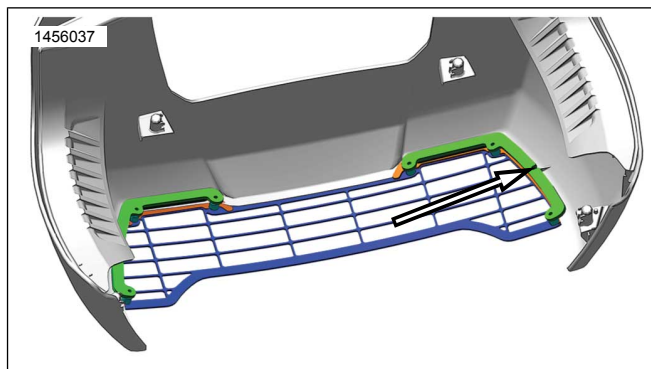

Figure 11.
11. Voir la Figure 11. Vérifier que les coussinets de fixation sont en place autour des onglets d'alignement.